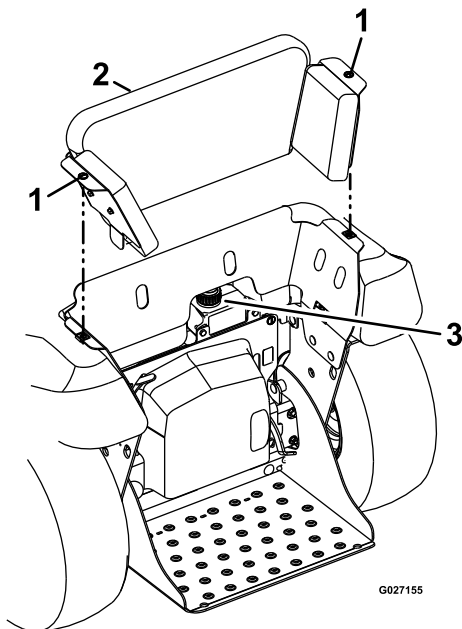

Figure 90
2. Tournez dans le sens antihoraire les 2 fixations quart-de-tour qui fixent le protège-genoux au châssis de la machine (Figure 90).
3. Soulevez le protège-genoux légèrement en arrière et déposez-le de la machine (Figure 90).
4. Nettoyez la surface autour du vase d'expansion et enlevez le bouchon (Figure 90).
7. Revissez fermement le bouchon sur le vase d'expansion (Figure 90).